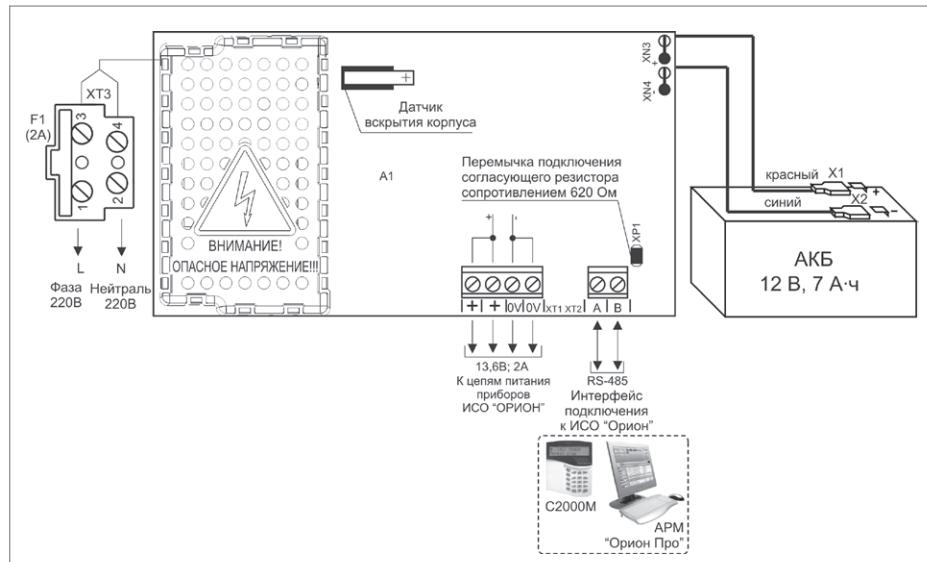

Рисунок 4.
2.6. Схема подключения РИП-12В-2А-7Ач RS приведена на рис. 4.
- 2.14. Проверьте правильность произведённого монтажа в соответствии со схемой подключения (Рис. 4).
- 2.24. Отключите АКБ от платы РИП, отсоединив контакты X1, X2 от клемм АКБ (см. рис. 4).